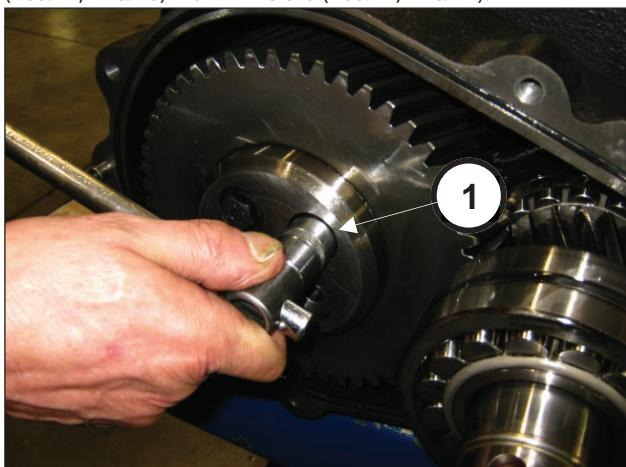
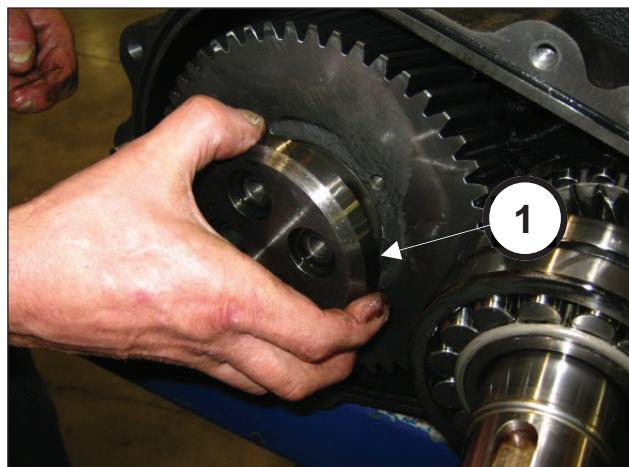

Рис. 10
Рис. 11
Открутите винты крепления стопора ведомой шестерни (поз. ①, Рис. 10) и снимите его (поз. ①, Рис. 11).